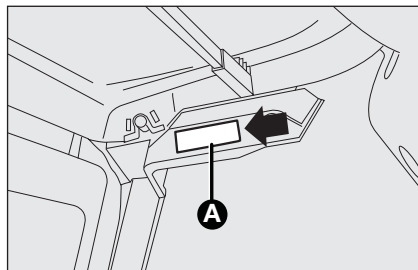

fig. 28
- cu ajutorul șurubelniței din dotare, scoateți plafoniera **A**-fig. 28 acționând în punctul indicat.